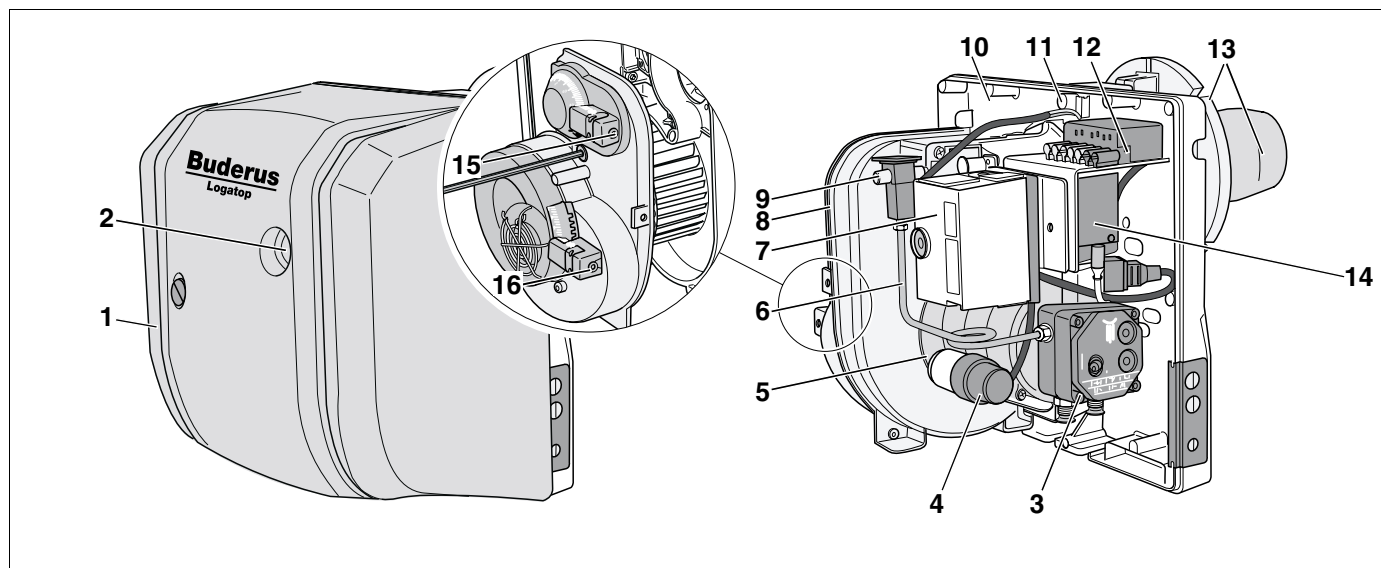

Fig. 1 Arzător Logatop LE-A 1.0 și 2.0 (cu sau fără carcasă)
- Carcasă arzător (Fig. 1, **Poz. 1**)
- Tasta de resetare cu LED-ul de avarie (Fig. 1, **Poz. 2**)
- Pompă de combustibil lichid cu magnet-ventil (Fig. 1, **Poz. 3**)
- Condensator motor (Fig. 1, **Poz. 4**)
- Motor arzător (Fig. 1, **Poz. 5**)
- Conducta de combustibil lichid (Fig. 1, **Poz. 6**)
- Automat de ardere pe combustibil lichid (Fig. 1, **Poz. 7**)
- Carcasă ventilator (Fig. 1, **Poz. 8**)
- Șurub de fixare pentru șaiba de presiune (Fig. 1, **Poz. 9**)
- Placa de bază (Fig. 1, **Poz. 10**)
- Șurub de service (Fig. 1, **Poz. 11**)
- Bucșă de racord (Fig. 1, **Poz. 12**)
- Flanșa și țeava arzătorului (Fig. 1, **Poz. 13**)
- Unitate de aprindere cu cablu de aprindere (Fig. 1, **Poz. 14**)
- Șurub de fixare cu reglajul cantității de aer (Fig. 1, **Poz. 15**)
- Șurub de fixare pentru admisia aerului (Fig. 1, **Poz. 16**)
Arzătorul (Fig. 1) este complet cablat și printr-un stecher (Stecher cu 7 poli) legat de aparatul de reglare.